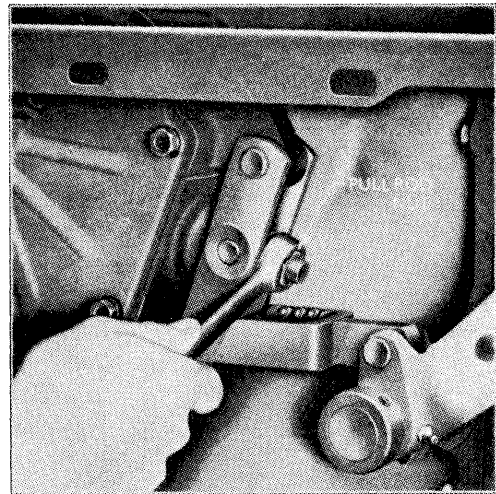

Fig. 58. Justering af bremsepedalens frigang.
- 3: Aftag bremsepedalens returfjeder og indstil trækstangsmøtrikken – se fig. 58 – indtil pedalen netop berører det øvre pedalstop. Løsn derefter trækstangsmø-